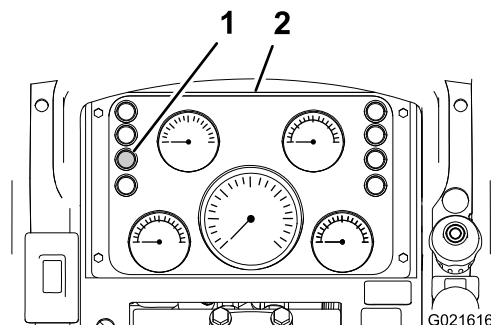

Bild 48
2. Prüfen Sie die Lampe für einen verstopften Luftfilter auf dem Armaturenbrett (Bild 48).